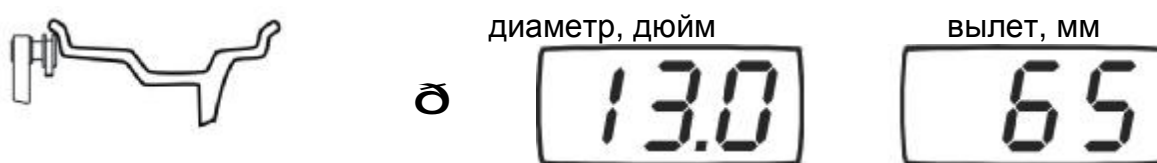

Рисунок 6.4 – Измерения диаметра и вылета
*Выдвинуть первую линейку до касания наконечником обода колеса (рисунок 6.4) и удерживать ее до звукового сигнала, по которому происходит фиксация результатов. Затем линейку плавно вернуть в исходное положение. На индикаторах появятся пересчитанные массы грузов.*